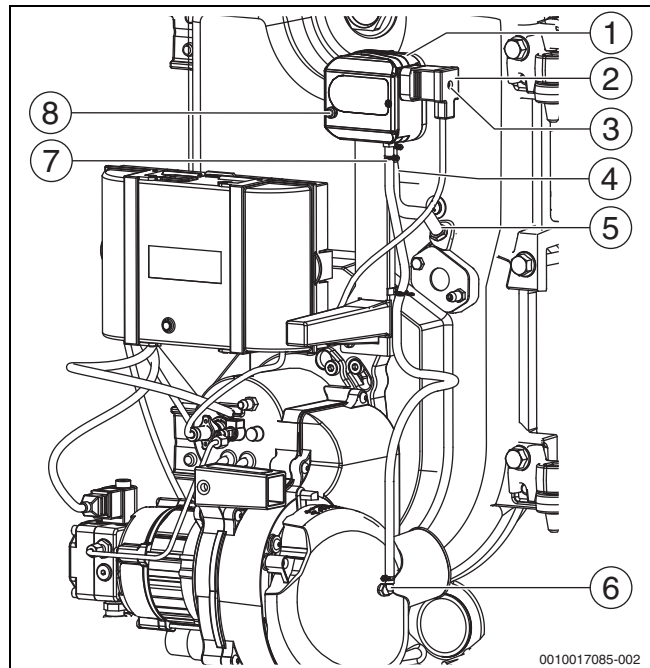

Bild 32 Brenner mit Druckwächter
- ▶ Sicherungsschraube [3] am Anschlussstecker [2] des Druckwächters [1] lösen und Anschlussstecker abziehen (→ Bild 32).
- ▶ Bei Teileaustausch im Reparaturfall auf die korrekte Zuordnung der Messleitungen gemäß Bild 32 achten!